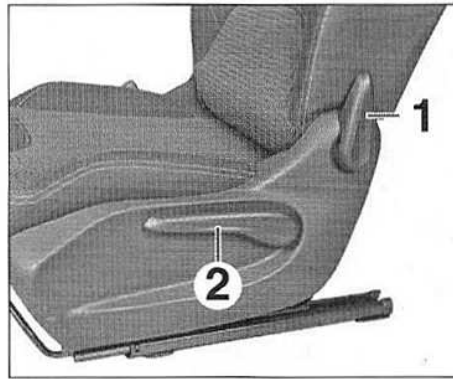

FIG.6
- Dégrafer les enjoliveurs (1) et (2) des commandes de siège (Fig.6).